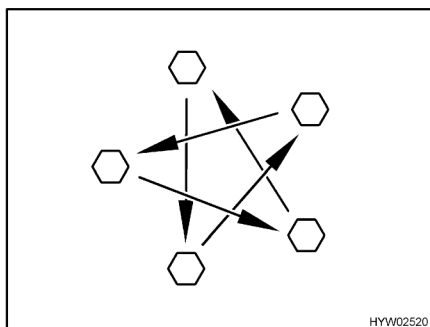

Fig. 128 Apretar las tuercas o los tornillos de las ruedas en forma de cruz
- Comprobar periódicamente que las tuercas o tornillos de las ruedas estén firmemente apretados. Volver a apretar las tuercas de rueda o los tornillos de rueda de una rueda cambiada después de 50 km (Fig. 128).
- Al utilizar llantas nuevas o recién pintadas, reajustar además las tuercas de rueda o los tornillos de rueda después de aprox. 1000 a 5000 km (Fig. 128).